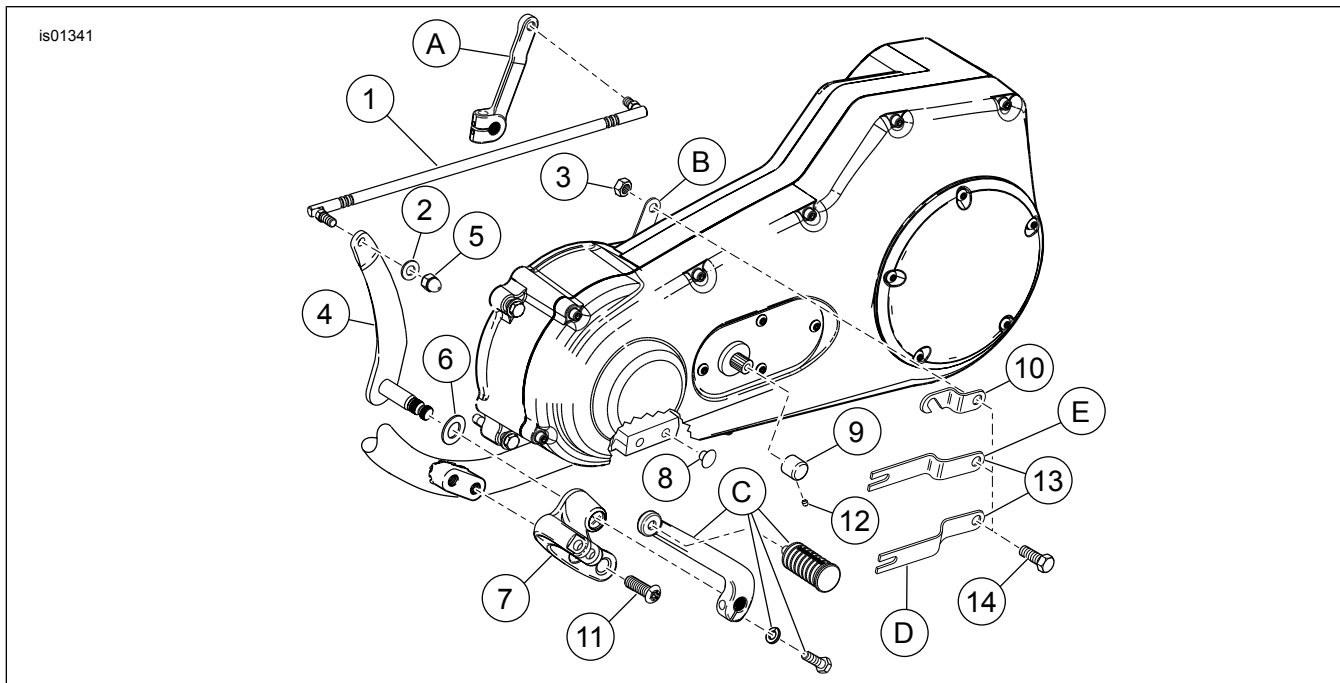
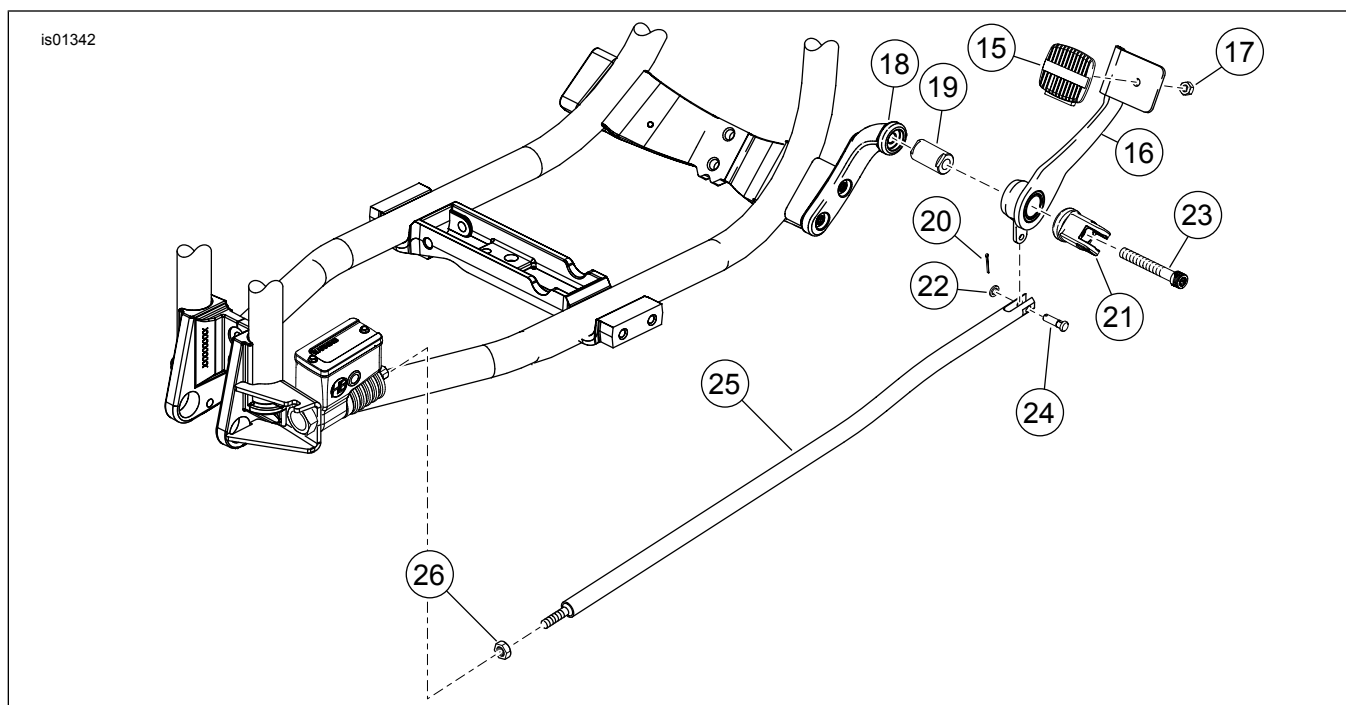

Figura 1. Piezas de servicio: controles delanteros de pie para modelos FXD (piezas del lado del mecanismo de cambios)
Figura 2. Piezas de servicio: controles delanteros de pie para modelos FXD (piezas del lado del freno)
Vea la Figura 1 y la Figura 2. Las piezas de soporte de montaje y la horquilla (7, 18 y 21) también pueden comprarse por separado para actualizar el modelo FXDWG estándar a este kit cromado.
1. Vea la Figura 1. Quite el conjunto del taco apoyapiés del motociclista del lado izquierdo. Guarde el taco apoyapiés y los sujetadores para la instalación. Deseche el resto de los elementos de sujeción.
2. Empuje los tapones de agujero (8) dentro de los agujeros de los tornillos en la estructura en la ubicación en que estaba colocado el conjunto del taco apoyapiés de fábrica.
1. Vea la Figura 2. Quite el taco apoyapiés del lado derecho del motociclista. Guarde el taco apoyapiés y los sujetadores para la instalación.
2. Afloje la contratuerca (26) de la varilla del freno en la bomba del freno trasero.